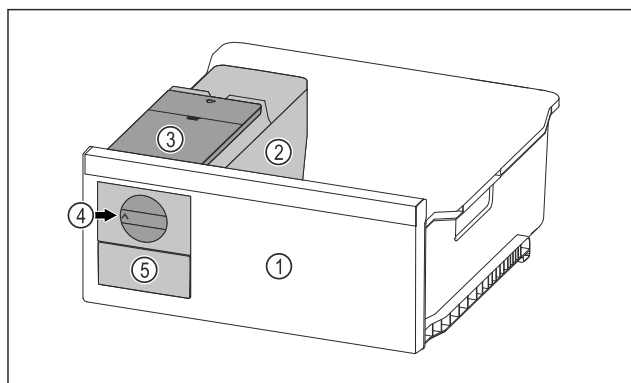

Fig. 34 Beispielhafte Darstellung
- ▶ Drehknopf Fig. 34 (4) im Uhrzeigersinn bis zum Anschlag drehen.
- ▷ Eiswürfel fallen aus der Eiswürfelschale in das Eiswürfel-schubfach Fig. 34 (5).